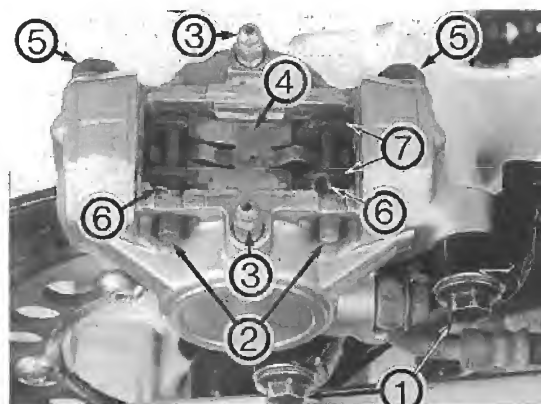

Bild 47
- Sicherungssplinte ⑥ Bild 47 mit kleinem Schraubendreher o.ä. nach oben herausziehen. Belagstifte ② herausziehen und Belagfeder ④ mit Belägen ⑦ nach oben entnehmen.